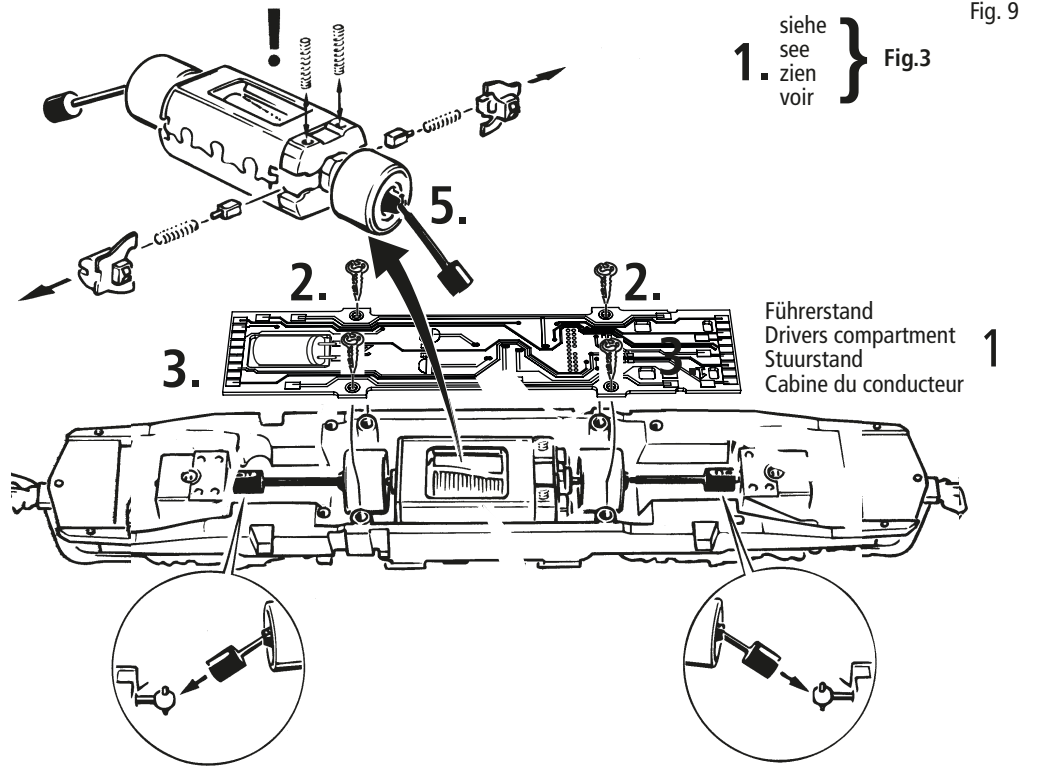

Fig. 10
siehe Fig. 10
A.C. operation: see fig. 10
voir fig. 10